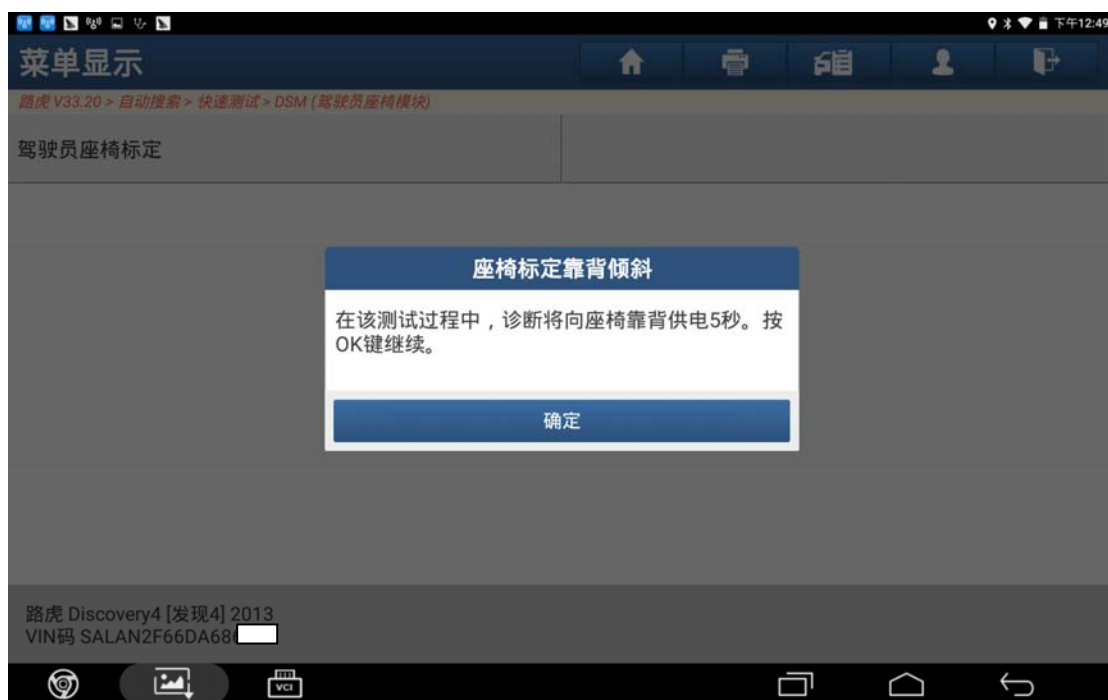

图 13
13). 在该过程中，诊断将向座椅靠背工电 5 秒，按 OK 继续。如图 13;